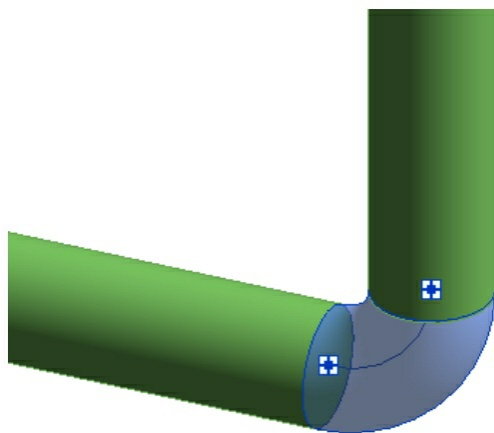

图3-91
(4) 再通过“修剪”命令把两根立管连接起来就可以了，如图3-91所示。